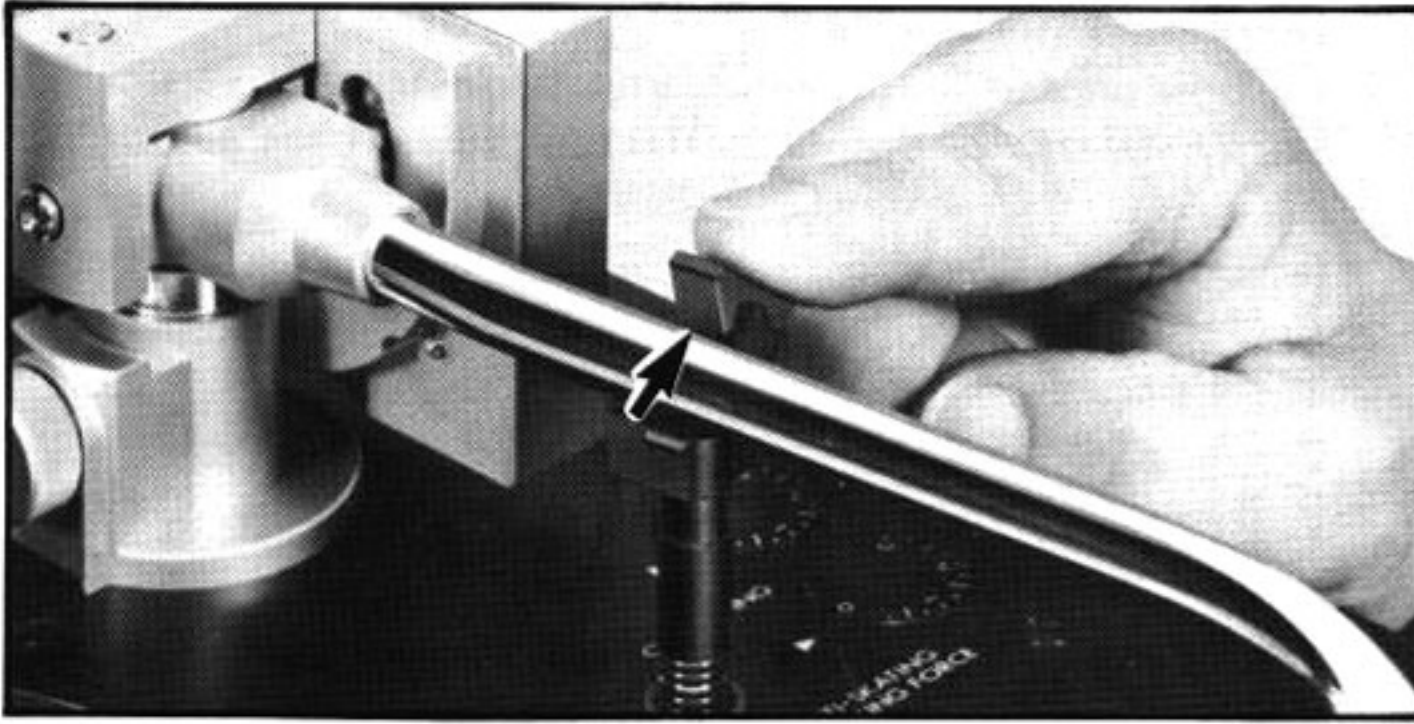

Fig. 20 Abb. 20
1. Put a record on the platter, release the rest clamp. (Fig.20)
- Hinweis:** Beachten Sie, daß der Bereitschafts-Schalter (READY) während des Abspielens nicht auf "OFF" gestellt ist. Wenn er auf "OFF" gestellt ist, ist ein Abspielen unmöglich und der Nadeldruck beträgt "0". Abb. 20
3. Stellen Sie die Plattenspieler-Geschwindigkeit mit dem Geschwindigkeits-Schalter (SPEED) entsprechend des U/min-Werts der Schallplatte ein. Abb. 20
- Remarque:** Prendre soin de ne pas placer le commutateur READY sur "OFF" durant la lecture. Si celui-ci est placé sur "OFF", la lecture du disque sera impossible du fait que la force d'appui de la pointe de lecture sera de "0". Fig. 20